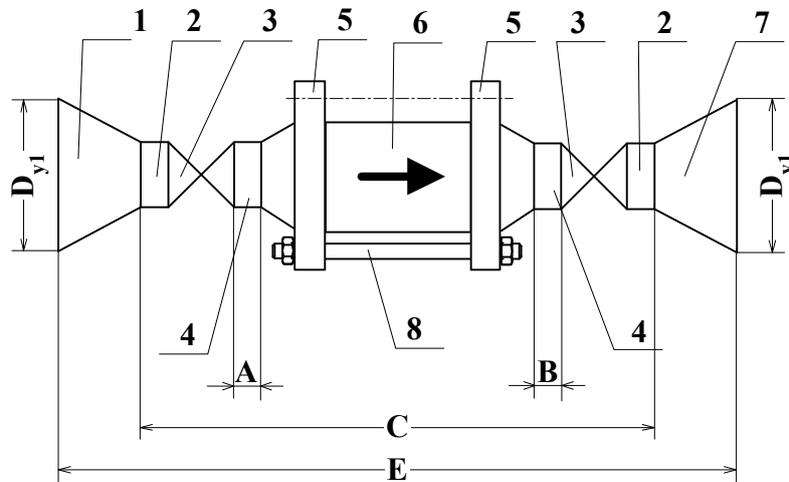
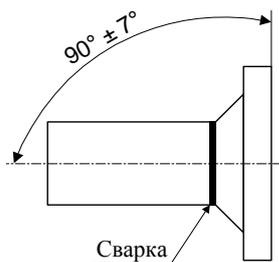
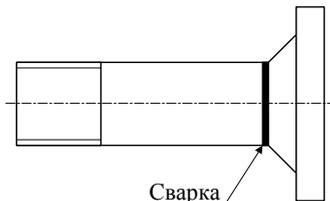
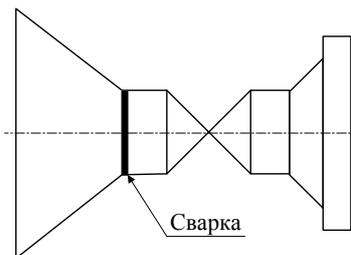

Рис. 2. Схематическое изображение сборочно-сварной конструкции с шаровыми задвижками для установки ППРЭ в трубопровод
Рис. 5
Рис. 6
Рис. 9
2.2.2. Для установки ППРЭ в трубопровод используется сборочно-сварная конструкция (рис.2), состоящая из:
б) приварить к фланцам прямолинейные участки таким образом, чтобы угол между осью трубы прямолинейного участка и плоскостью фланца, прилегающей к ППРЭ, составил $90^\circ \pm 7^\circ$ (рис. 5); если конструкция предусматривает установку шаровых задвижек (рис.2), то прямолинейный участок приваривается к фланцу концом без резьбы (рис. 6);
г) с помощью шпилек вся конструкция собирается в единое целое (рис.2,3); при этом вместо ППРЭ используется габаритный имитатор во избежание повреждения ППРЭ при дальнейшем монтаже этой конструкции в трубопровод.
При сборке конструкции с шаровыми задвижками (рис.2) на резьбовой конец прямолинейного участка наворачивается шаровая задвижка с гайками, а в шаровую задвижку вворачивается резьбовой конец отрезка трубы, приваренной к конфузору или диффузору (рис. 9).
- более длинный прямолинейный участок <4> (рис.2,3) должен оказаться первым по направлению потока теплоносителя;